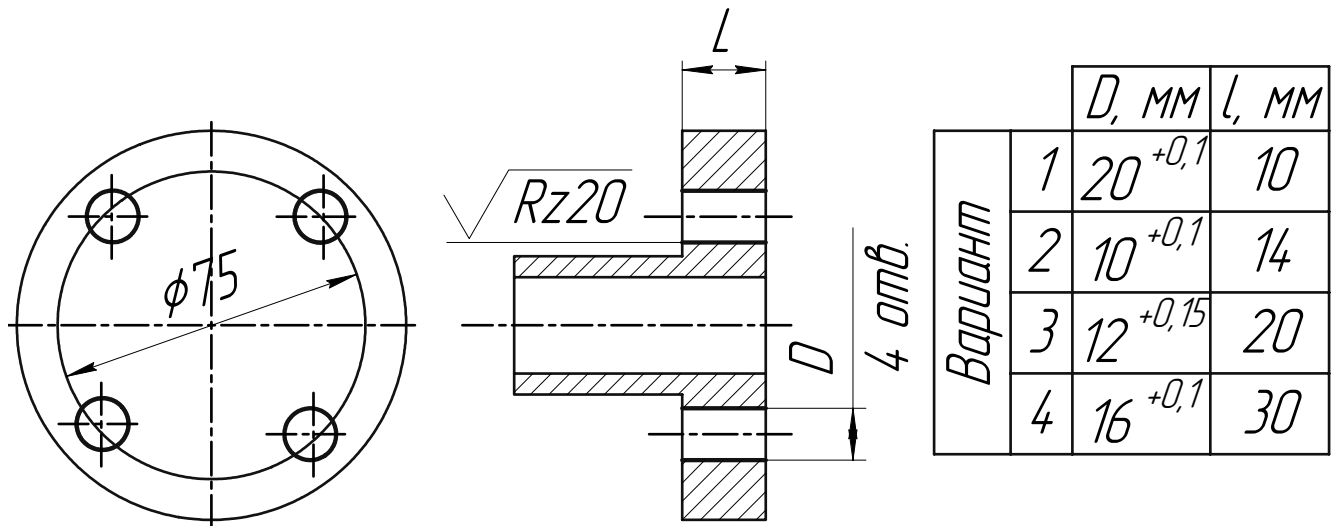

Рис. 6. Сверление отверстий сверлами из P6M5
8. Сверление отверстий сверлами из Р6М5 (см. рис. 6).